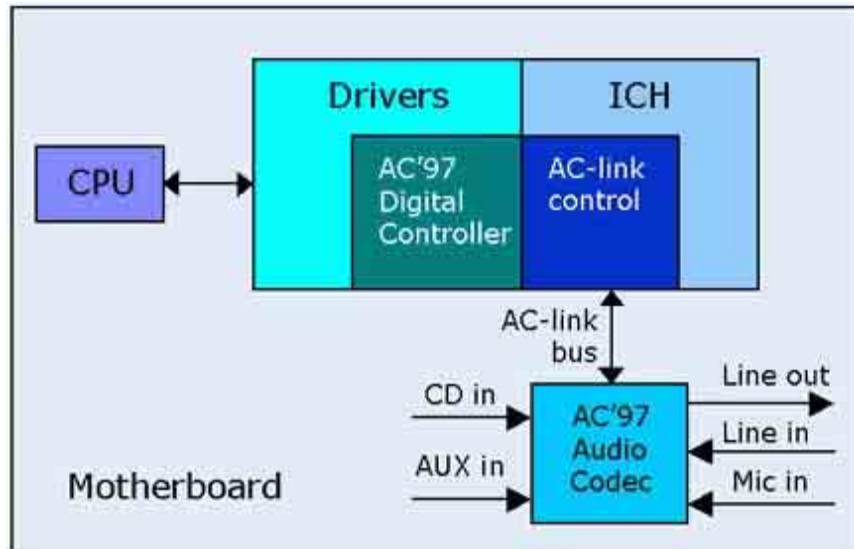

Figura 20.27: Escenario de funcionamiento de la tecnología AC '97.
-Arquitectura basada en dos chips: Los procesos de mezcla y efectos, sonido tridimensional, y el sintetizador por tablas de ondas deben estar incluidos en un chip denominado *controlador*₁ que se complementará con un chip llamado *codec*₂ que resolverá todas las entradas y salidas posibles (MIC, AUX, SPDIF, etc.). La figura 20.27 grafica el funcionamiento y la comunicación entre ambos chips.